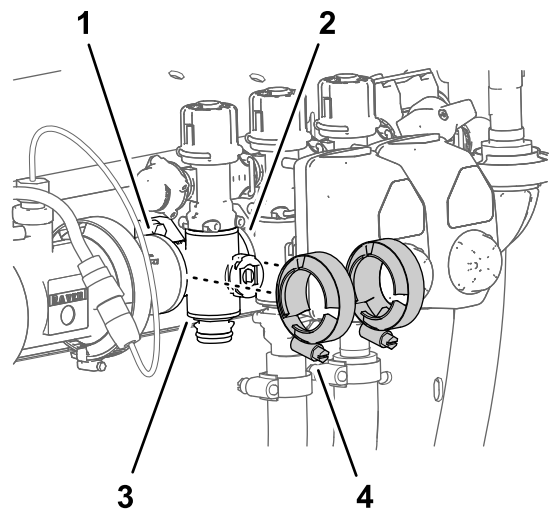

Figura 115
- Montate, senza serrare, i morsetti flangiati rimossi in Rimozione della valvola del collettore di sezione \(pagina 82\) sulle flange del collettore della valvola della sezione e sulle flange dell'altra o delle altre valvole delle sezioni e/o dell'adattatore di accoppiamento (Figura 115).
7. Serrate i 2 morsetti flangiati manualmente (Figura 115).